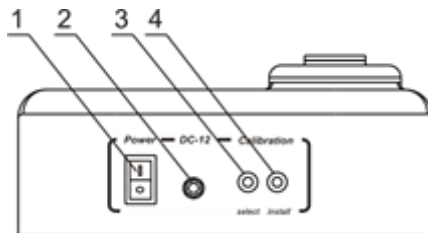

Рисунок 2.
- 5.1. Подсоедините внешний блок питания к сети. Включите прибор, переведя переключатель **Power** (рис. 2/1) на задней панели.
- 6.4. Подсоедините внешний блок питания к сети. Включите прибор, переведя переключатель **Power** (рис. 2/1) на задней панели.
- 6.5. Нажмите кнопку **Select** (рис. 2/3) на задней панели прибора.
- 6.6.1. **Пустое гнездо.** На дисплее появится индикация **---**. Нажмите кнопку **Install** (рис. 2/4) для сохранения значения пустого гнезда. Экран покажет следующее требуемое значение калибровки.